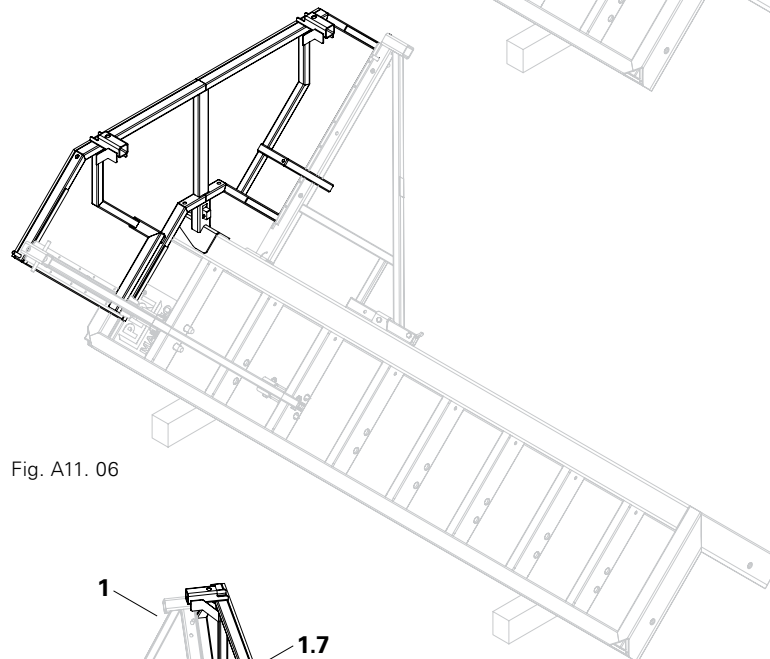

Fig. A11.06
1. Placer le platelage d'angle extérieur MXK (17) sur l'angle extérieur MAXIMO (16). (Fig. A11.06)